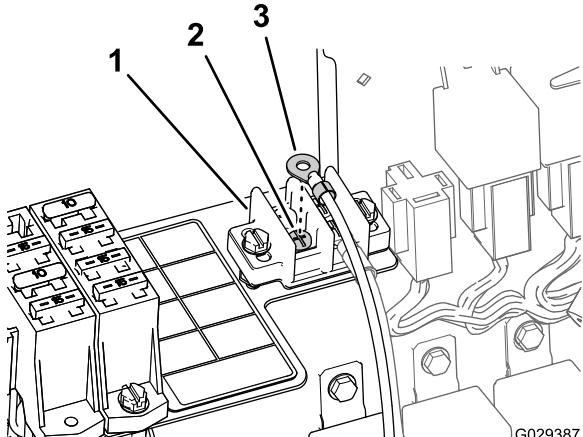

図 19
- アース端子ブロックからねじを外す図19。
- ステップ1で外したねじを使用して、仕上げキットのワイヤハーネスについているリング端子を、アース端子ブロックに固定する図19。